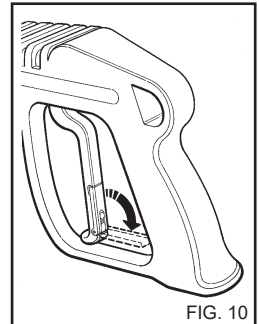

FIG. 10
- Luk grebets beskyttelsesdæksel, når rengøringsmaskinen ikke anvendes (Fig. 10).